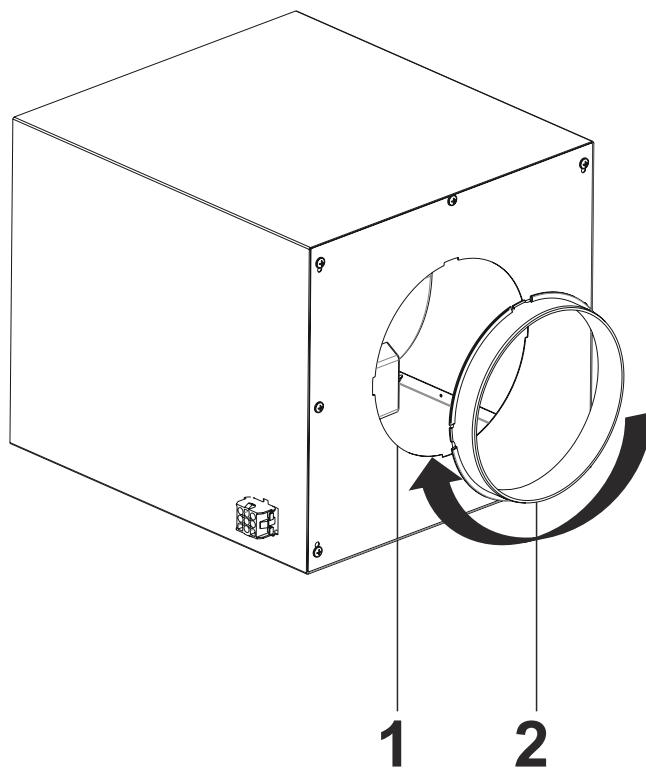

Fig. 25
6. Tryck in Ø150 mm-utsugsstosen i det runda hålet och vrid fast medurs (Fig. 25).